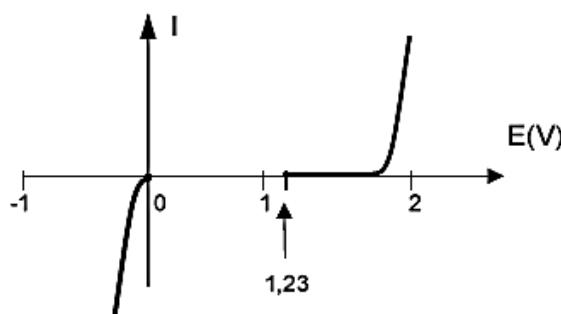

Figure 11 - Courbes intensité-potentiel pour l'électrolyse de l'eau
- Q39. On constate qu'en réalité il faut appliquer une différence de potentiel supérieure à $U_{\text{cin}} = 2,07\text{ V}$ afin d'observer une réaction sur des électrodes de platine, en raison de l'aspect cinétique de la réaction. On propose en figure 11 les courbes intensité-potentiel relatives à l'électrolyse. Identifier les courbes et justifier la valeur de U_{cin} par un calcul.